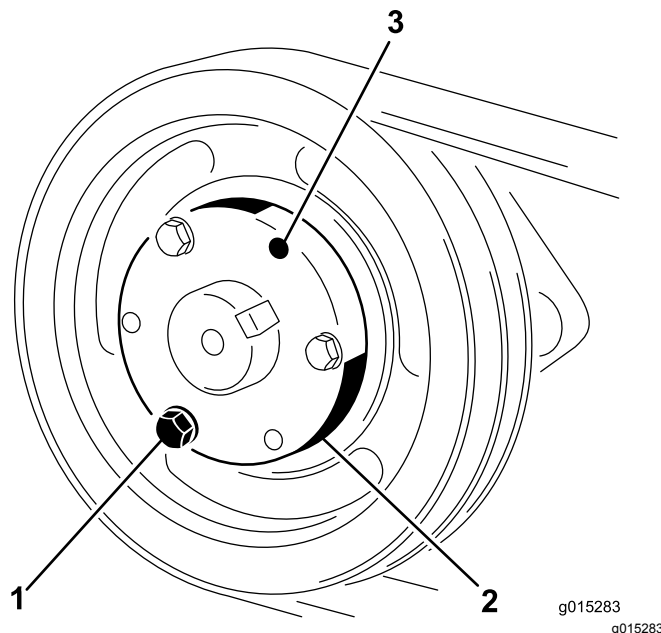

Bild 26
1. Entfernen Sie nacheinander die Schrauben und Sicherungsscheiben und schrauben Sie sie in die danebenliegenden Löcher (**Bild 26**).